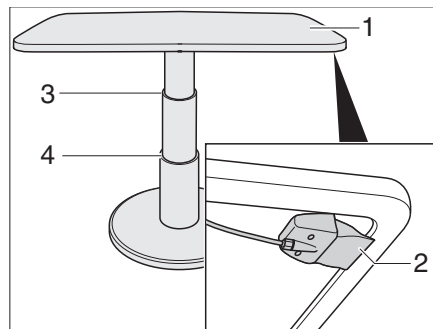

Bild 56 Lyftbord till rund sittgrupp
- Dra upp låsarmen (Bild 56,2) och håll kvar.
- Tryck ner bordsskivan (Bild 56,1) i mitten till önskat stoppläge (Bild 56,3 eller 4).